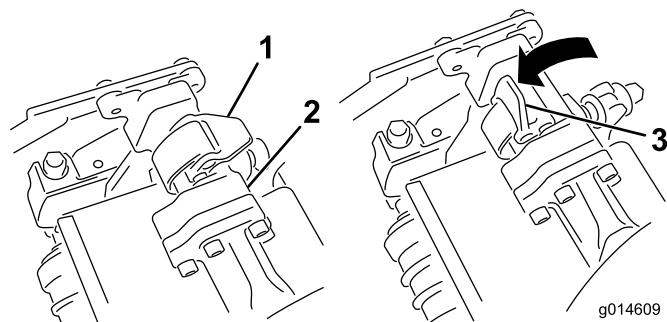
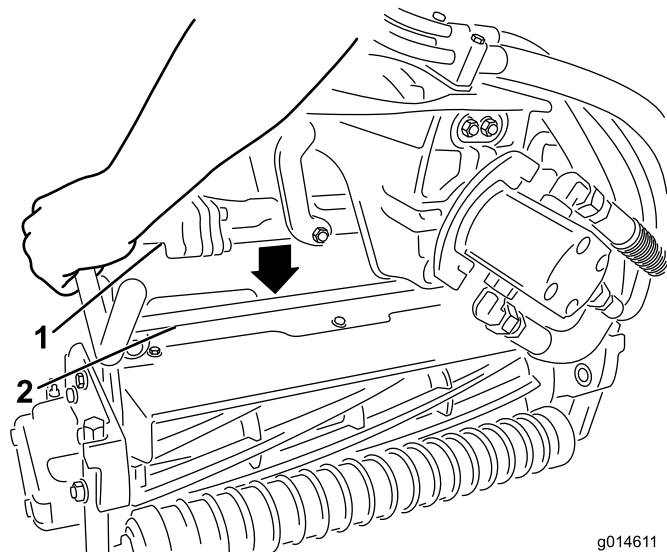

図 32
図 33
3. サスペンション・アームのバーについているラッチを上向き（開いた状態）にして（図 32）、サスペンション・アームを押し下げて、バーを、カッティングユニットのバーの上に被せるようにする（図 33）。
4. ラッチを下げて閉じるとカッティングユニットのバーがロックされてユニットがアームにセットされる（図 32）。
4. 取り外したいカッティングユニットのサスペンション・アームのバーについているラッチを開く (図 32)。